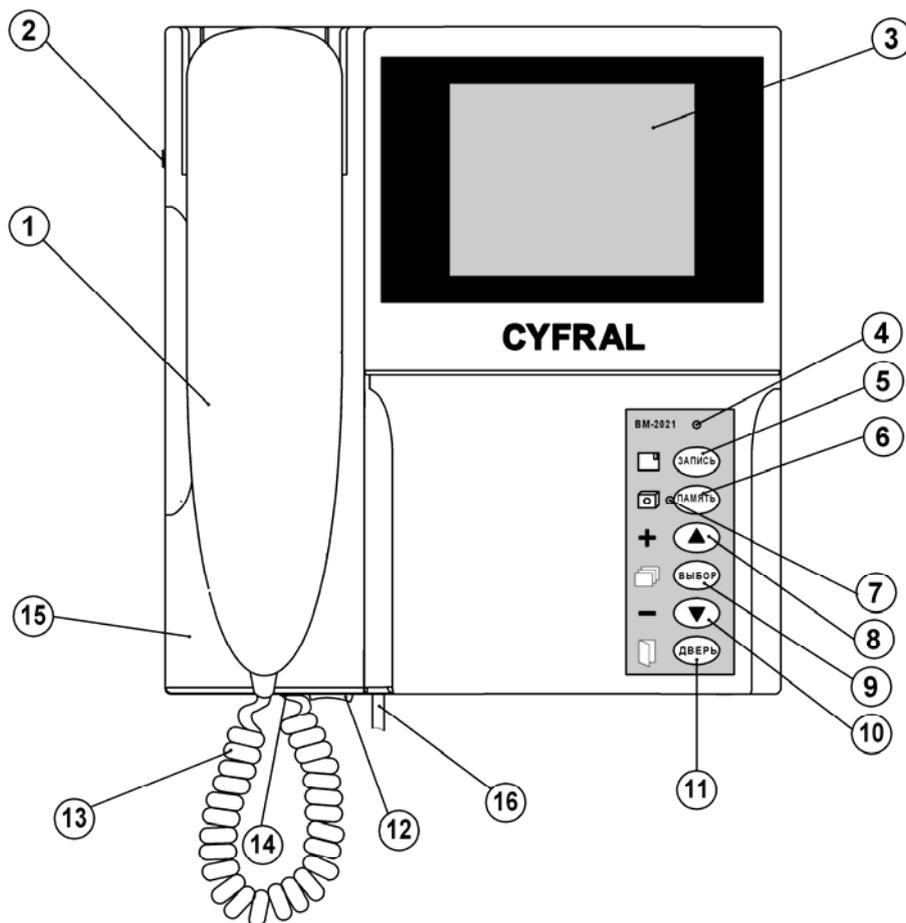

Рисунок 1. Расположение органов управления видеомонитора
8. Присоедините витой шнур 13 трубки, установите трубку 1 на крышку 15 (см. рисунок 1).
9. Вставьте штепсельную вилку видеомонитора в розетку питания 220 В, включите видеомонитор (переключатель 12 - см. рисунок 1).
7. Присоедините витой шнур 13 трубки, установите трубку 1 на крышку 15 (см. рисунок 1).
12. Вставьте штепсельную вилку видеомонитора в розетку питания 220 В, включите видеомонитор (переключатель 12 - см. рисунок 1).
Установите необходимые громкость сигнала вызова, яркость и контрастность изображения, текущее время \*\*, дату \*\*. Выбор функции для настройки производится с помощью экранного меню. Для входа в меню нажмите и удерживайте кнопку 9 (**ВЫБОР**) (см. рисунок 1). На экране 3 появится надпись “КАМЕРА 1”. Перемещайте курсор по пунктам меню последовательными нажатиями кнопок 8 (▲) или 10 (▼). После выбора нужного пункта кратковременно нажмите кнопку 9 (**ВЫБОР**). Для увеличения значения выбранной функции нажимайте кнопку 8 (▲), для уменьшения – кнопку 10 (▼). Для выбора следующей функции кратковременно нажмите кнопку 9 (**ВЫБОР**). Для выхода из текущего меню кратковременно нажмите кнопку 11 (**ДВЕРЬ**).